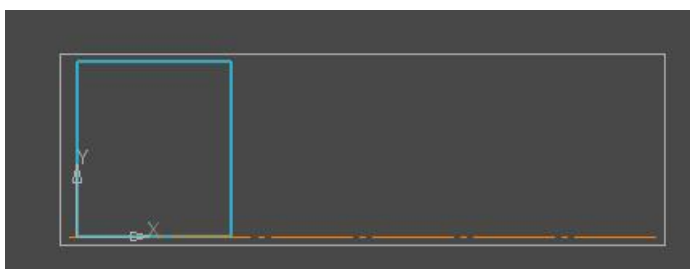

Рис. 13
- С помощью привязки **Ближайшая точка** укажите две средние точки горизонтальных отрезков. Для этого подведите курсор к середине верхнего отрезка. На экране отобразится название привязки, а в средней точке отрезка появится значок, свидетельствующий о срабатывании привязки. Нажмите левую кнопку мыши и точка, отмеченная значком, будет зафиксирована. (См. рис. 13)